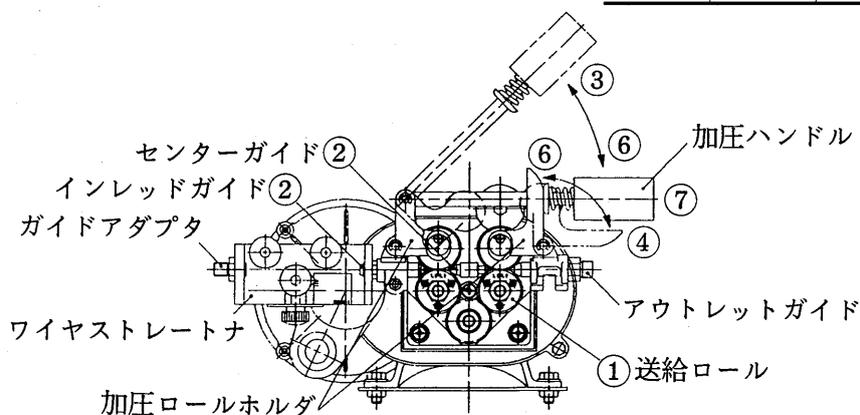

図2. ワイヤの装着
2.1 ワイヤの装着 (図2.および表2.を参照してください。)